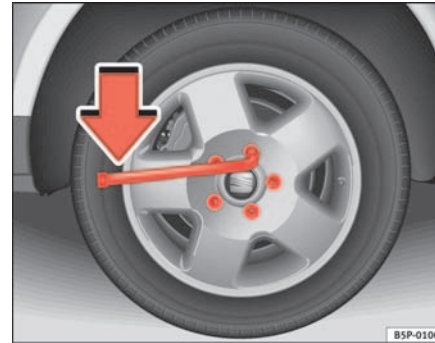

Abb. 173 Radwechsel:
- Greifen sie das Ende des Radschlüssels und drehen Sie die Schraube etwa eine Umdrehung nach **links** ⇒ Abb. 173.